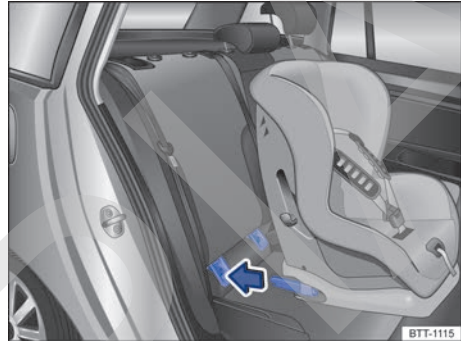

Fig. 23 Representación esquemática: montaje de un asiento para niños ISOFIX con conectores.
- Introduzca los conectores del asiento para niños en los anclajes ISOFIX en el sentido de la flecha → fig. 23. El asiento para niños deberá encastrar de forma segura y audible.